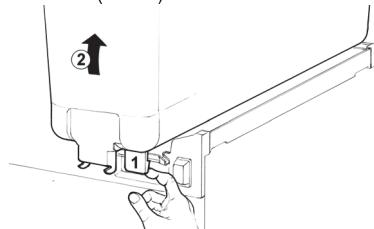

Bild 1
- 2** Leeren Behälter lösen durch Anheben an der **Rückseite** (gegenüber der Ausgabe) und nach oben abhoben (Bild 1).